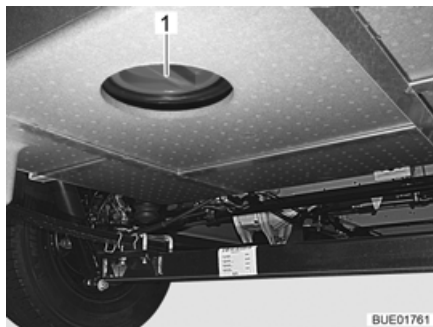

Bild 211 Rengöringsöppning avloppstank
- Öppna avloppstankens rengöringsöppning (Bild 211,1) och avtappningskranen.